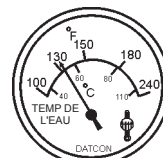

**Figure 53. Jauge de la température du liquide de refroidissement**
11. La jauge de température du liquide de refroidissement (Figure 53) indique la température du liquide de refroidissement. Dans des conditions normales de fonctionnement, la température du liquide de refroidissement doit être comprise entre 167° ~ 203°F (75° ~ 95°C) (**zone verte**).